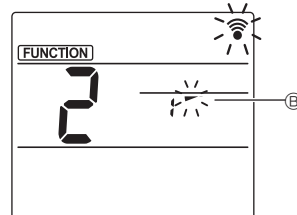

Fig. 3
③ Ställa in vinkeln på fläktblad (Fig. 3) Tryck på knapparna [] för att ställa in vinkel [] på fläktblad. Rikta den trådlösa fjärrkontrollen mot mottagaren på inomhusenheten och tryck på knappen [SET].